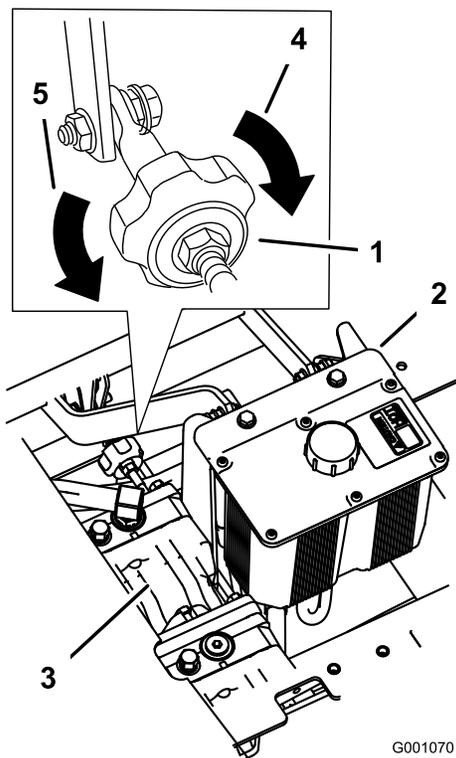

Figura 57
4. Para fazer a máquina ir para a direita, rode o manípulo para o lado direito da máquina. Consulte Figura 57.
5. Para fazer a máquina ir para a esquerda, rode o manípulo para o lado esquerdo da máquina. Consulte Figura 57.